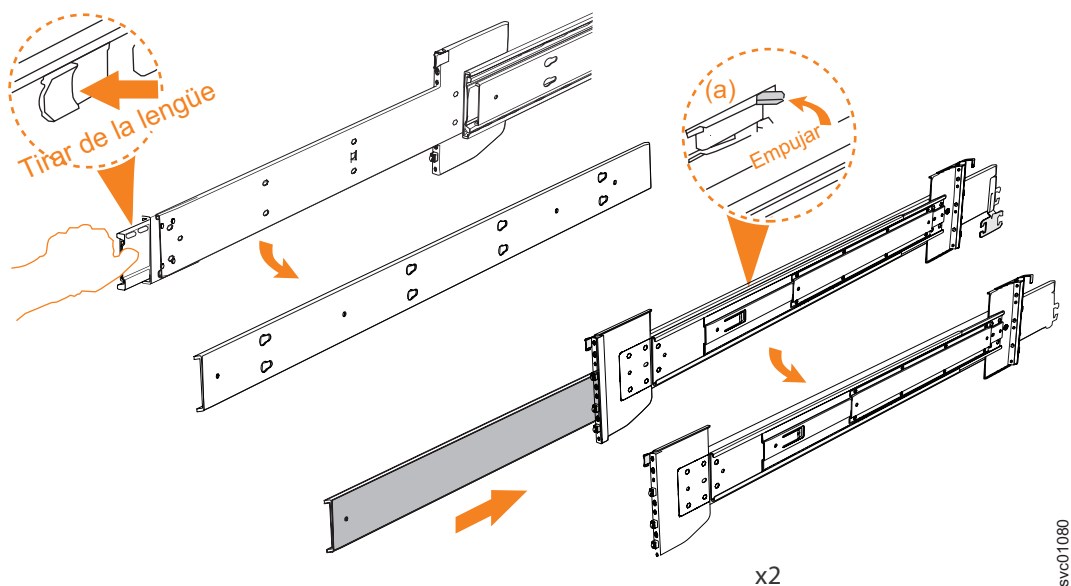

Figura 55. Desconectar la sección del riel interno
3. Extraiga el miembro interno del riel. Empuje la pestaña (**a**) y deslice hacia atrás el miembro de riel medio, como se muestra en la Figura 55 en la página 66.